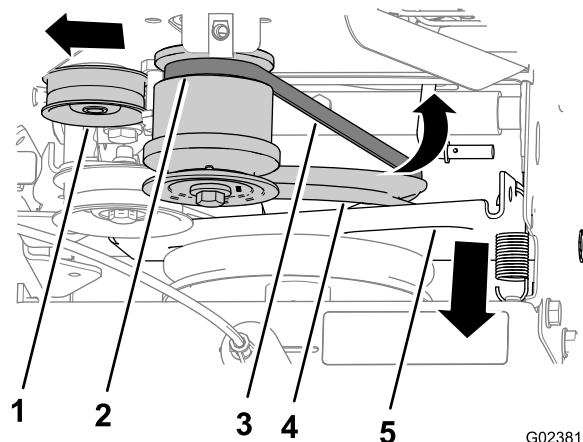

Рисунок 42
- Поверните кронштейн управления тягой и шкив привода тяги вперед (Рисунок 42).
- Потяните натяжной шкив наружу (Рисунок 42).
- Извлеките ремень из задней канавки шкива двигателя и снимите его с машины (Рисунок 42).
- Установите ремень в канавку в нижней части шкива тяги (Рисунок 42).
- Установите ремень в заднюю канавку шкива двигателя (Рисунок 42).